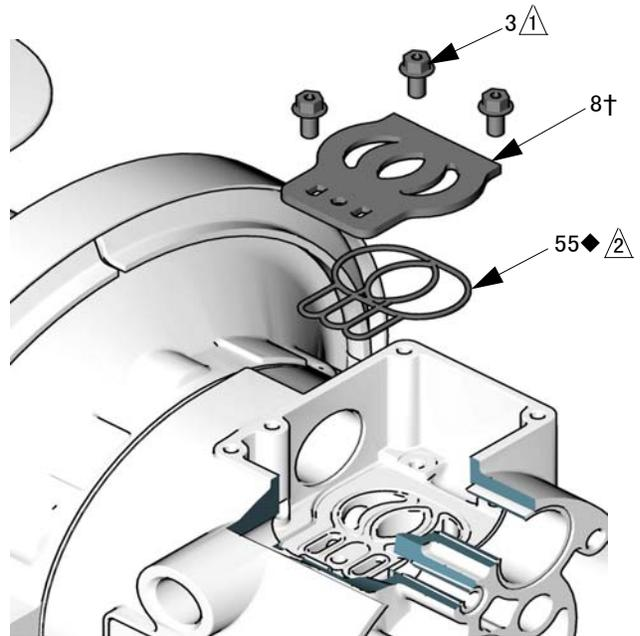

图 8
5. 检查阀板 (8) 情况。如果受损，应使用梅花头 (T20) 螺丝刀或 7 毫米 (9/32 英寸) 套筒扳手卸下 3 个螺钉 (3)。卸下阀板 (8)。见图 8。
2. 在铝芯外壳型号上，将阀板密封 (55 \blacklozenge) 装入阀孔底部的沟槽中。密封件插入沟槽时圆边必须朝下。见图 8。
3. 将阀板 (8 \dagger) 安装到机孔内，密封件朝下。使用梅花头 (T20) 螺丝刀或 7 毫米 (9/32 英寸) 套筒扳手上 3 个螺钉 (3)。将螺钉拧紧至底部伸出机壳。见图 8。